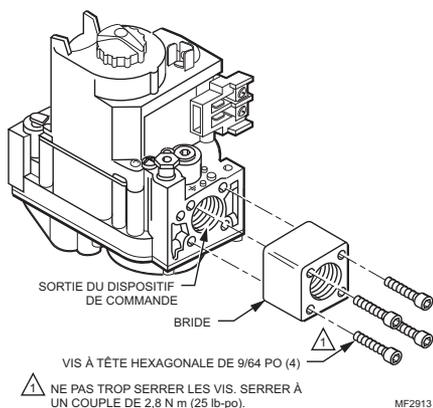

Fig. 1. Serrer la bride à la vanne à un couple de 2,8 N m (25 lb-po).
4. Alors que le joint torique est orienté vers la vanne, alignez les trous de vis du module de commande sur les trous de la bride. Insérez les vis fournies avec la bride et serrez-les (fig. 1). Serrez les vis à un couple de 2,8 N m (25 lb-po) afin de garantir l'étanchéité au gaz.